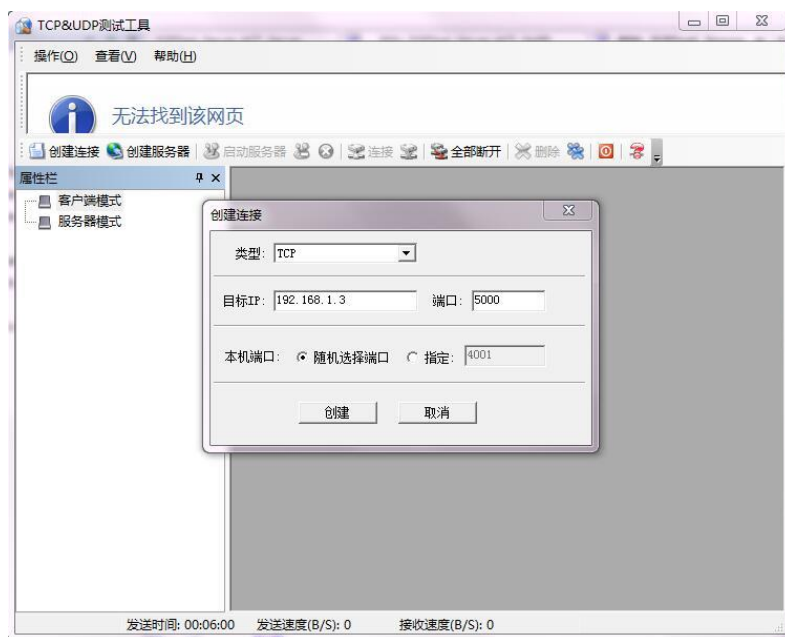

图4.68 TCP&UDP测试工具界面
5) 打开TCP&UDP测试工具,客户端模式新建连接,连接类型为TCP,目标IP为服务器IP(即控制器IP),端口号5000,本机端口可随机也可指定,创建后连接,如图4.68所示。